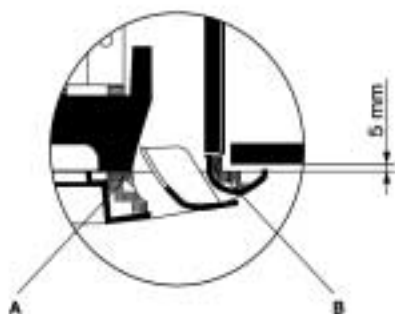

Fig 23
3. Le guarnizioni di tenuta, che sono riportate nella Fig. 23, servono per evitare: